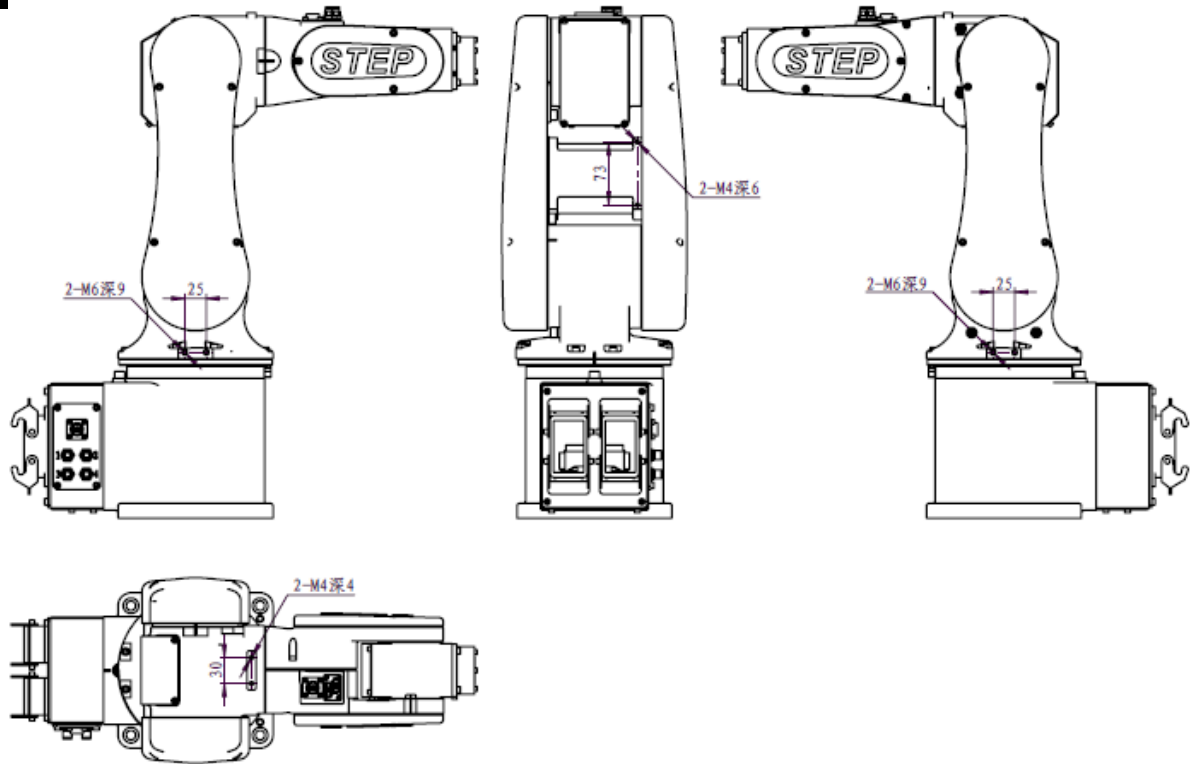

图 3-4 SD500/ SD700 辅助安装孔尺寸图
2. SD500/ SD700 辅助安装孔尺寸如图 3-4 所示。